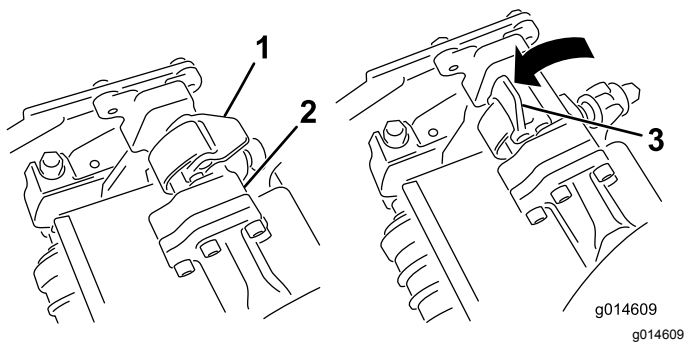

**Рисунок 51**
2. Поднимите и поверните вверх подножку, открывая доступ к центральному режущему блоку (**Рисунок 51**).